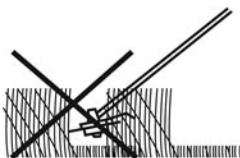

Rys. 25
- > Głowica tnąca (32) umożliwia koszenie mniejszej trawy, trawników i innych miękkich roślin.
- > Trzymać głowicę tnącą nisko nad podłożem pod kątem około 30° (Rys. 25).